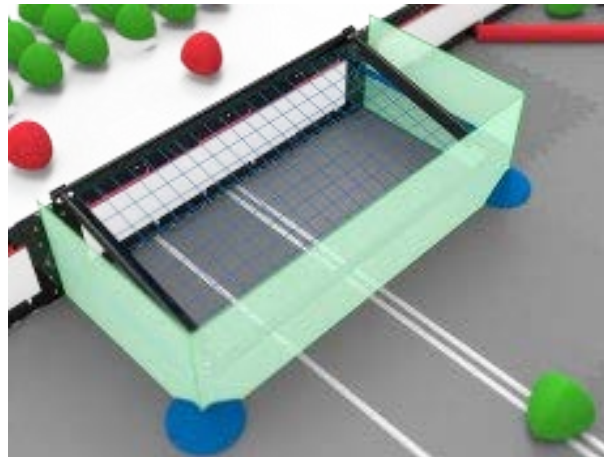

图 4 球门
**球门**——场地两边用赛队颜色区分的网状结构，红方和蓝方各一个，可通过将粽球放入其中得分。作为场地要素，“球门”包括网和所有支撑结构/硬件（如 PVC 管和塑料底座）。以得分为目的，“球门”是以其 PVC 管的最外沿的垂直投影面内的场地泡沫垫上方和网的表面下方为边界构成的三维立体空间。如图 4 所示。